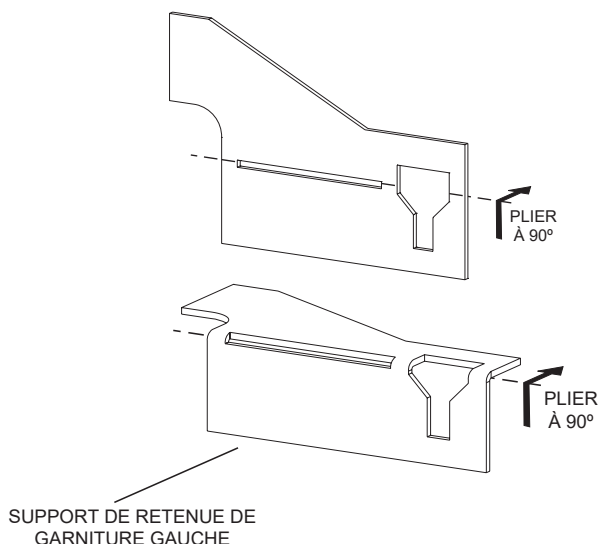

Figure 3
4. Pour le côté gauche, plier un support de fixation de garniture latérale comme montré à la **Figure 3**.